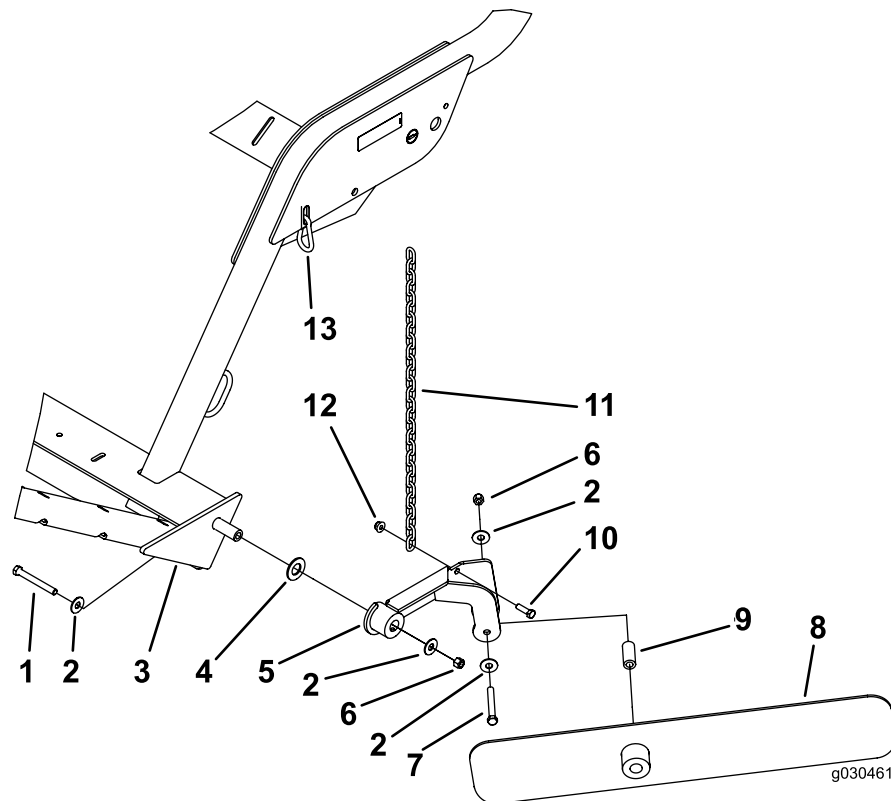

Bild 16
Hinweis: Positionieren Sie die Teile so, wie in Bild 16 abgebildet.
2. Befestigen Sie das Windrow-Messer mit einer Schraube (7/16" x 3-1/4"), zwei Flachscheiben, einem Distanzstück und einer Sicherungsmutter (7/16") an der Befestigung. Montieren Sie die Teile so, wie in Bild 16 abgebildet.
3. Befestigen Sie die Kette mit einer Schraube (3/8" x 1-1/4") und einer Bundmutter (3/8") an der Messerbefestigung (Bild 16).
4. Befestigen Sie das andere Ende der Kette am Schlitz im Rahmen mit dem Karabinerhaken (Bild 16).